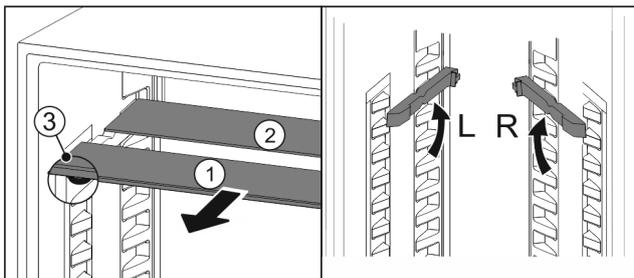

Fig. 56
- ▶ estrarre i ripiani di vetro singolarmente tirando in avanti Fig. 56 (1).
- ▶ Il piano in vetro Fig. 56 (1) con il motivo ornamentale è nella parte anteriore.
- ▶ I fermi Fig. 56 (3) sono rivolti verso il basso.